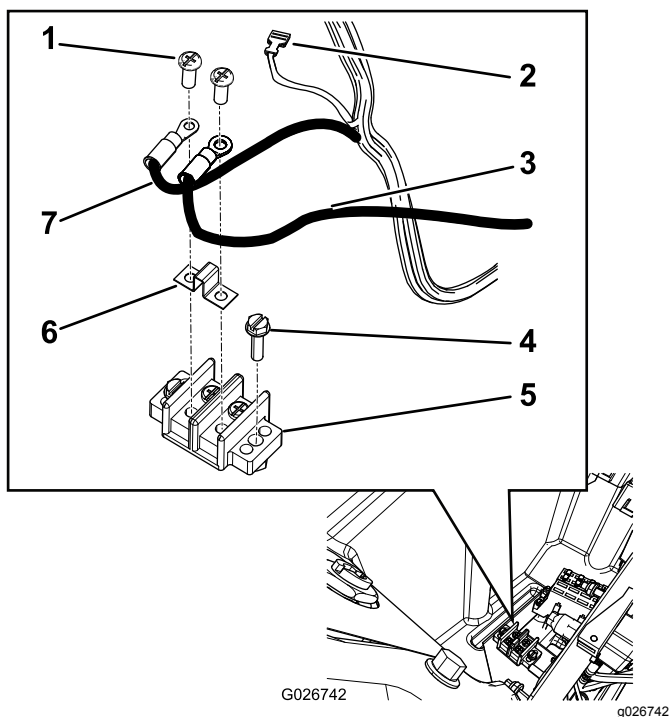

Figura 22
- B. Instale o bloco de ligação à terra no local que se mostra na Figura 22.
- C. Remova os parafusos de terminal e instale a fita do jumper no bloco de ligação à terra como se mostra na Figura 22.
- D. Localize o fio preto na cablagem principal e fixe-o a um lado da fita do jumper no bloco de ligação à terra (Figura 22).
- E. Ligue o fio preto na cablagem da plataforma ao outro lado da fita do jumper (Figura 22).